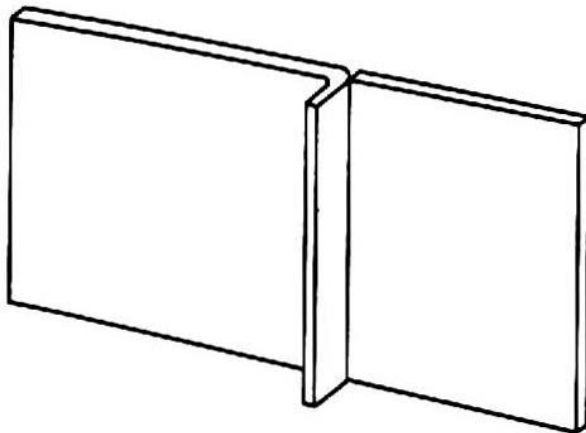

图 27 平板对接卷边的示意
⑧ 两平板对接焊时，将其中一个板的边缘进行弯曲卷边处理，可以给焊接结构提供一个加强筋，而且费用不高，如图 27 所示。